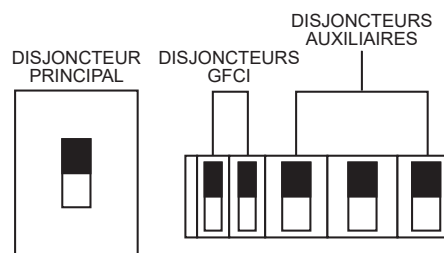

Figure 50. Principale, auxiliaire et GFCI Disjoncteurs (ON)
10. Placez les disjoncteurs principal, de fuite de terre et auxiliaire en position ON (Figure 50).